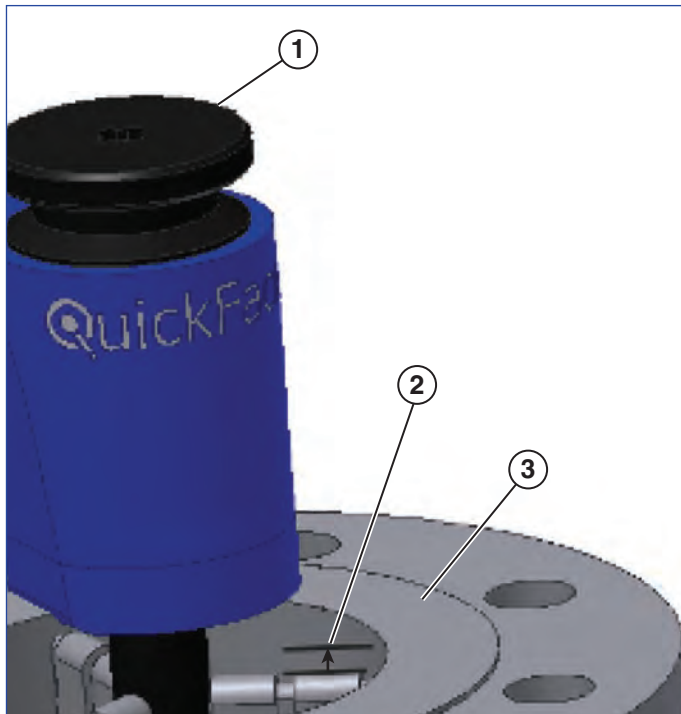

Figura 10
1. Instale la QuickFace en la pieza de trabajo con la parte superior del posicionador, o la extensión de posicionador si es que la usa, unos 3 mm por debajo de la cara de la brida (*véase la Figura 10*). Gire la maneta de bloqueo del mandril en sentido horario para apretar los posicionadores. Mueva ligeramente la QuickFace hacia adelante y hacia atrás mientras aprieta para asegurarse de que se asienta con firmeza en la pieza de trabajo. Si el mandril de la QuickFace no puede apretarse con firmeza a mano, inserte una llave de carraca en el extremo de la maneta de bloqueo del mandril. **NO APRIETE EN EXCESO LA MANETA DE BLOQUEO DEL MANDRIL O PUEDEN OCASIONARSE DAÑOS.** El mandril estará suficientemente apretado cuando la QuickFace no se mueva al levantarse por el extremo de la carcasa de la caja de engranajes.